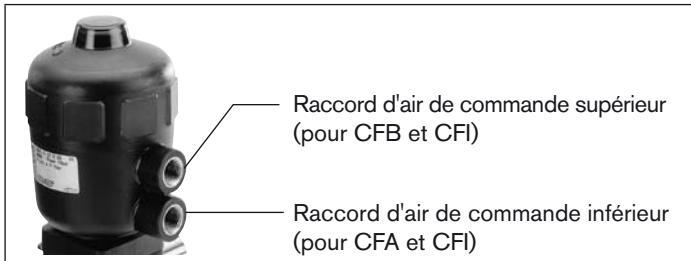

Fig. 8: Raccord d'air de commande
- Appliquez de l'air comprimé sur le raccord supérieur d'air de commande (valeur indiquée sur la plaque signalétique) (voir *Fig. 8: Raccord d'air de commande*).